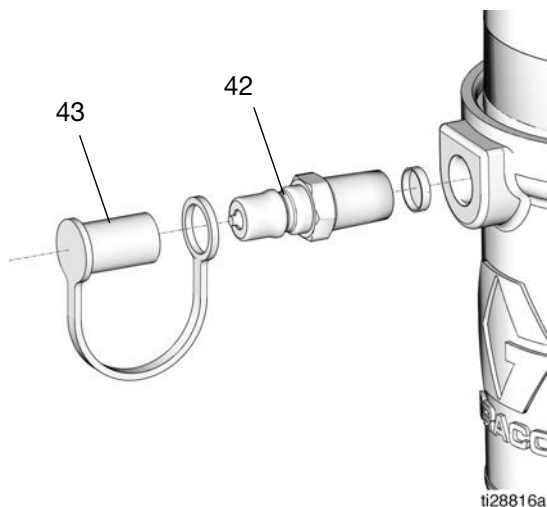

FIG. 10
5. Retirez le capuchon de remplissage (43) puis utilisez une clé pour desserrer et retirer lentement le goujon de remplissage (42). (FIG. 10).